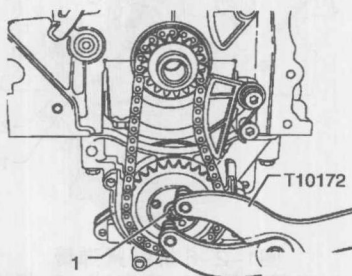

图1-2-10 固定机油泵驱动轴
④将机油泵驱动轴用固定支架T10172固定,如图1-2-10所示,将新的固定螺栓1用 $20\text{N}\cdot\text{m}$ 的力矩拧紧并继续转动 $1/4$ 圈(90°)。